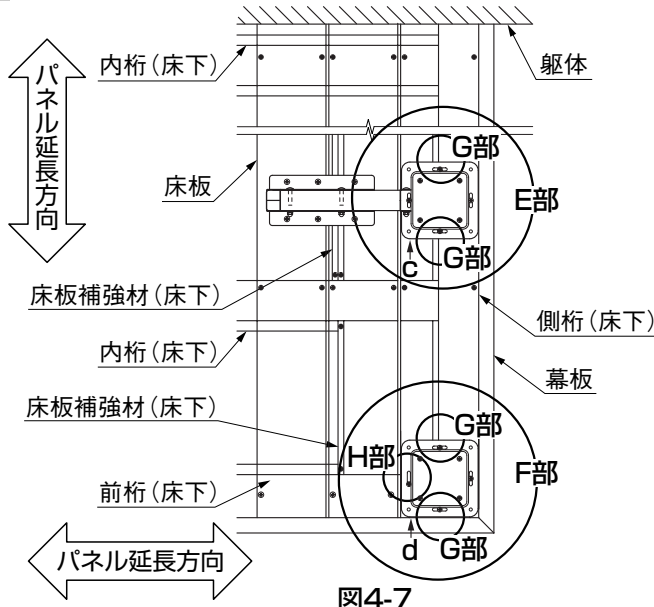

図4-7
- 図4-7は、フェンスを躯体に向かってデッキの右端に設置する場合は、左端に設置するときは、左右反転しますので注意してください。